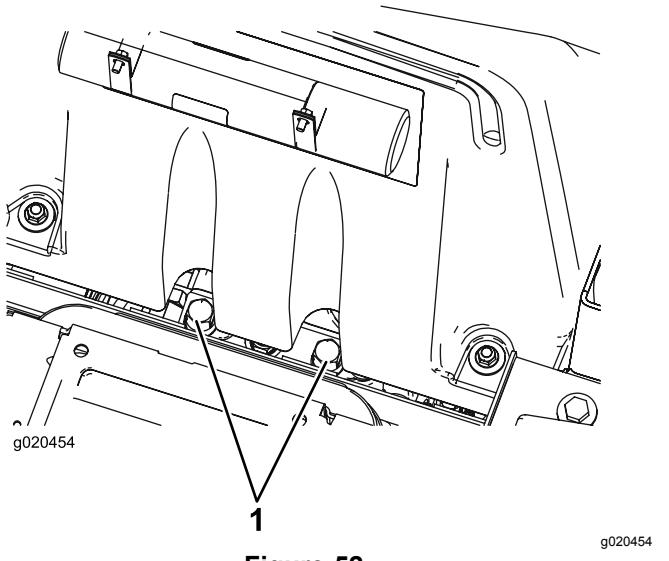

Figure 52
- Soulevez le siège et localisez les vannes de dérivation qui sont situées sous l'avant du réservoir de carburant (Figure 52).